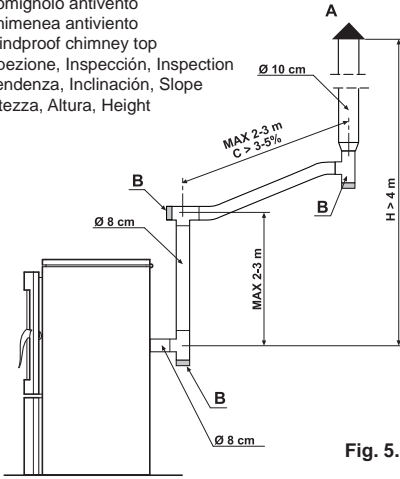

Fig. 5.5.1
- I tubi da utilizzare per lo scarico dei fumi devono essere rigidi in acciaio alluminato verniciato (spessore minimo 1,5 mm) o in acciaio inox (spessore minimo 0,5 mm) con diametro nominale di 8 cm con guarnizioni (fino a 5 metri di percorso) o di 10 cm con guarnizioni (con percorsi superiori a 5 metri) (Fig. 5.5.1).
- Los tubos a utilizar para la evacuación del humo deben ser rígidos en acero aluminoso barnizado (espesor mínimo 1,5 mm) o en acero inox. (espesor mínimo 0,5 mm) con diámetro nominal de 8 cm y juntas (hasta 5 metros de recorrido) o de 10 cm con juntas (para recorridos de más de 5 metros) (Fig. 5.5.1).
- The pipes to use for discharging smoke must be in varnished rigid aluminate steel (minimum 1.5 mm thick) or in stainless steel (minimum 0.5 mm thick) with a nominal diameter of 8 cm with seals (up to a maximum length of 5 metres) or 10 cm with seals (for lengths beyond 5 metres) (Fig. 5.5.1).